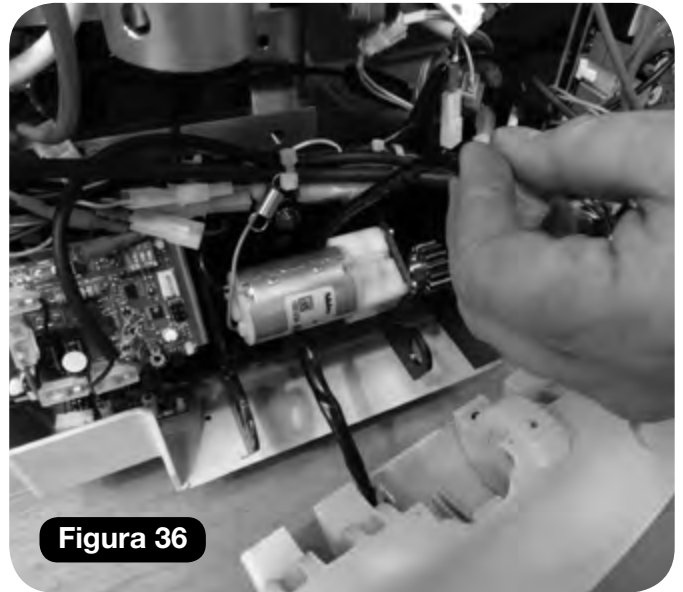

Figura 36
- b Pase el haz de cables y el muelle del reposapiés alrededor de la parte posterior del motor (**Figura 36**).